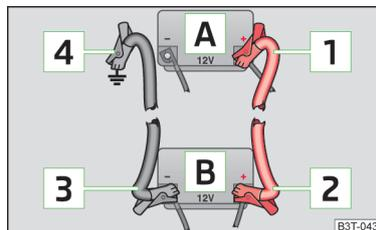

Fig. 117
- Fixez une extrémité **[1]** » fig. 117 sur le pôle positif de la batterie déchargée **[A]**.
- Fixez une extrémité **[3]** » fig. 117 sur le pôle négatif de la batterie fournissant le courant **[B]**.